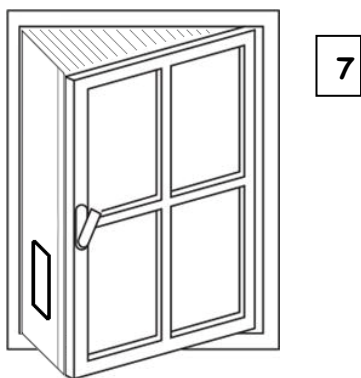

Abb. 9 Fensterblende montieren 2
- Für den Fenstertyp Abb. 9 beachten Sie zur Abdichtung der oben und unteren Fläche den Hot air stop bei unserem Service oder über unsere Homepage zu erwerben.